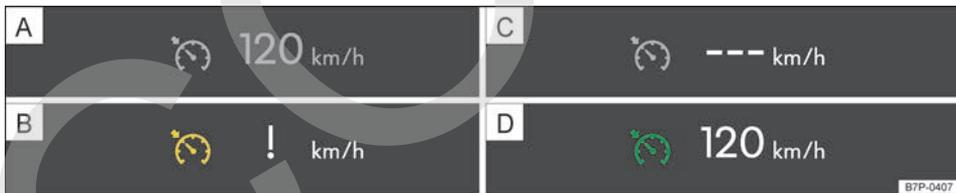

Fig. 152 En la pantalla del cuadro de instrumentos: indicaciones del estado del GRA (representación esquemática).
Estado → fig. 152:
-  Hay un fallo en el sistema → fig. 152 . Desconecte el GRA. Acuda a un taller especializado.